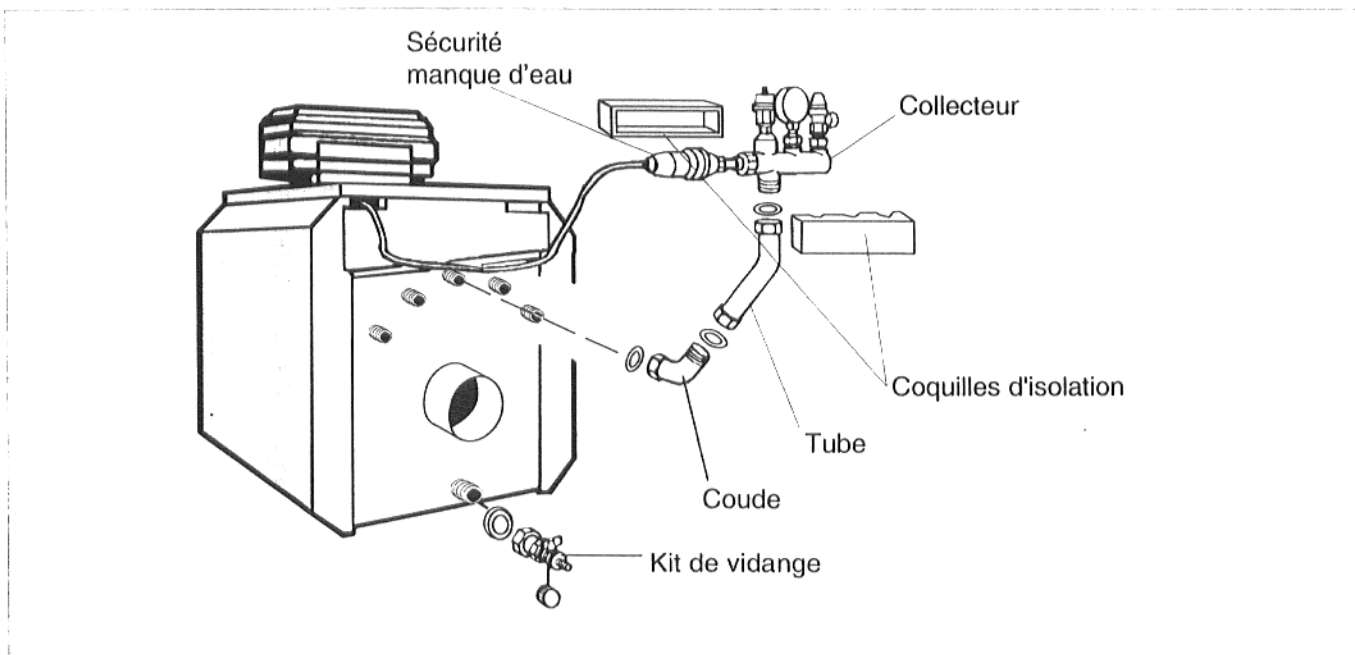

Fig. 1 Kit de sécurité KSS pour chaudière S115, montage à gauche
1. Vers le haut, côté gauche de la chaudière (fig. 1).